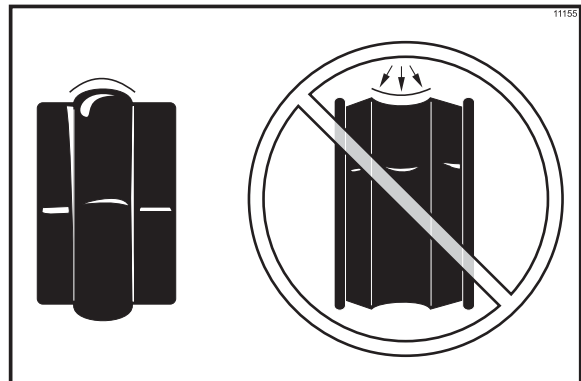

Figura 56
**Nota:** Para asegurar que no haya fugas de mezcla por la parte trasera del cilindro refrigerante, la parte media del sello de bota debe estar en forma convexa o extenderse hacia fuera desde el sello. Si la parte media del sello de bota es cóncava o se extiende hacia el centro del sello, voltee el sello. (Vea la figura 56.)